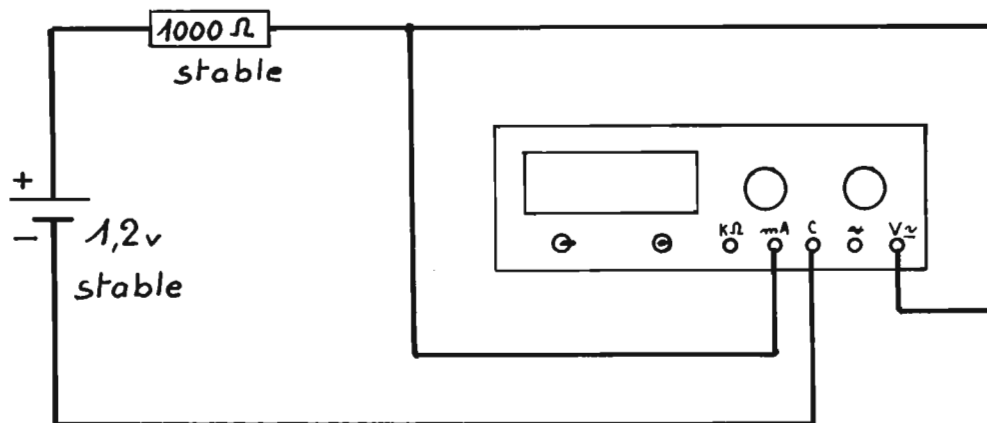

Fig. 50. - Câblage du gain de l'ampli des I.
b) Alimenter maintenant le circuit des intensités. Passer sur cette fonction. L'affichage ne donnera certainement pas zéro, à cause de la tension résiduelle d'offset. Compenser cette tension avec le potentiomètre Poff. Le zéro étant obtenu, faire le montage de la figure 50.